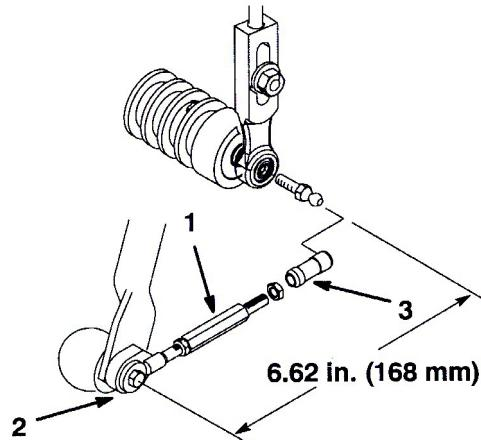

図19
- 各ボール・ジョイント・レシーバのスリーブをスライドさせ、カッティングユニットのボール・スタッドに接続する(図19)。